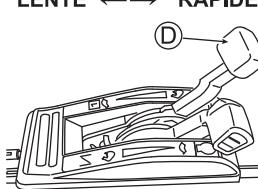

Fig. 19
- Ajustez la vitesse de tonte avec le Levier de changement de vitesse (D). (Voir Fig. 19)